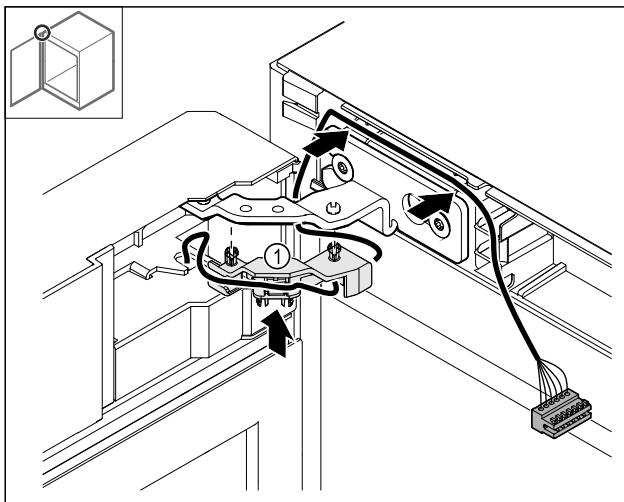

Fig. 48
- ▶ Притисніть кабельний тримач так, Fig. 48 (1) щоб він увійшов у шарнір.